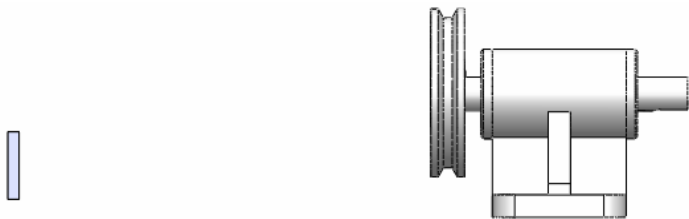

图 13-60 右视图
① 在标准工具栏上选择右视，在左边显示相机橇，在右侧显示传动装配体零部件，如图 13-60 所示。